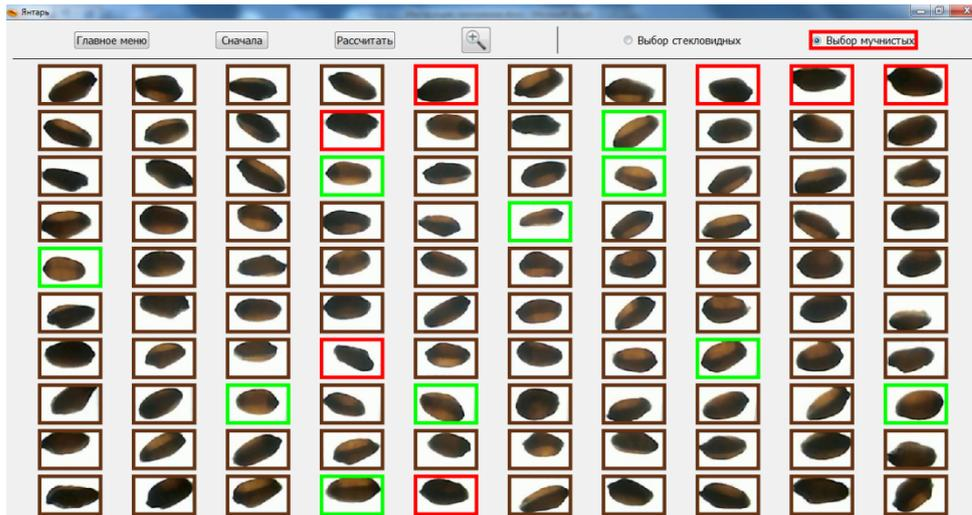

Рисунок 6.5. Выбор мучнистых зерен
- нажать кнопку «Выбор мучнистых», расположенную в правой верхней части открытого окна (Рисунок 6.5);
- выбрать все мучнистые зёрна, щёлкнув по каждому один раз. Каждое зерно после щелчка выделяется красной рамкой (Рисунок 6.5). Если необходимо отменить выбор, то следует повторно щелкнуть по изображению выбранного зерна.